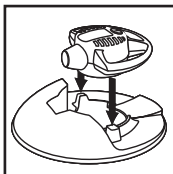

FIGURA 18
37. Vuelva a conectar el soplador portátil para materiales líquidos y sólidos colocando la unidad motriz nuevamente en la cubierta del depósito empujando hacia abajo hasta que se enganche el seguro. **FIGURA 18.**